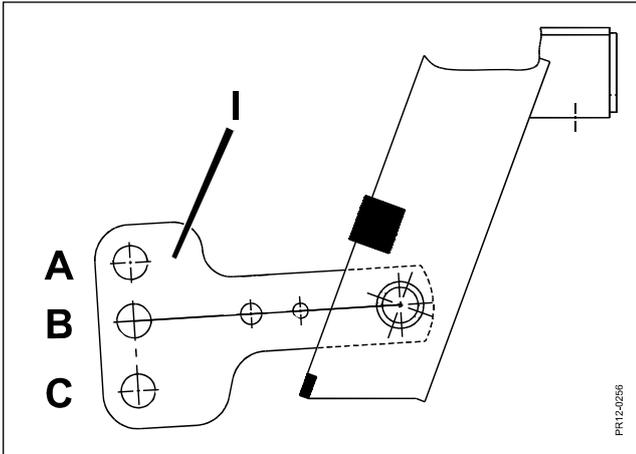

Fig. 3-1
- Fig. 3-1** 3) Connettere la macchina ai bracci del trattore Scegliere il foro di mezzo **B** Nel braccio sollevatore **I** sul punto d'aggancio sinistro.